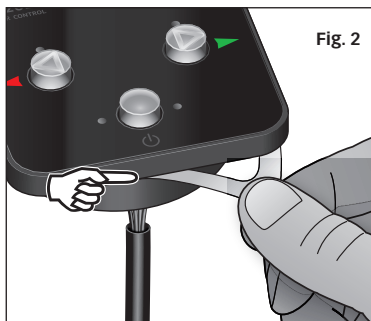

Fig. 2
- (Fig. 2) Despegar el papel de protección de la junta adhesiva evitando tocar la parte adhesiva con los dedos;